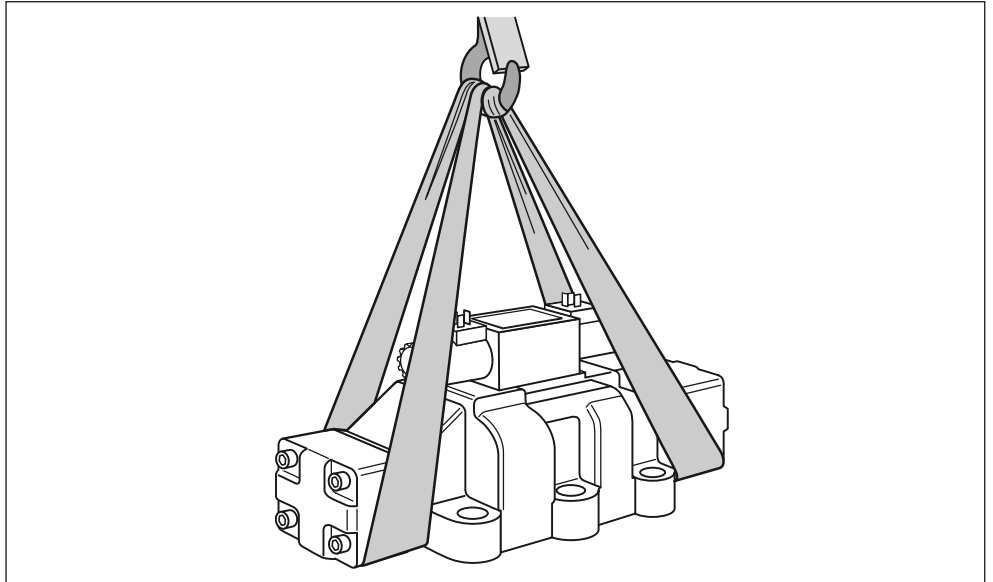

Fig. 1: Position de la sangle de transport
- ▶ Mettre une sangle de transport autour de la valve hydraulique de sorte qu'elle ne passe pas par les organes rapportés (p. ex. valve de pilotage, électroaimants), voir la fig. 1